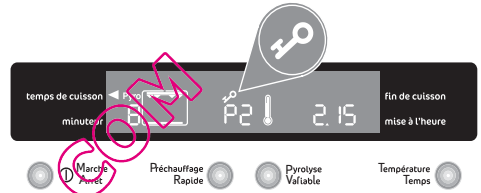

Fig. 23
7. Après quelques instants, le verrouillage de la porte est activé et le symbole correspondant  s'affiche (Fig. 23).